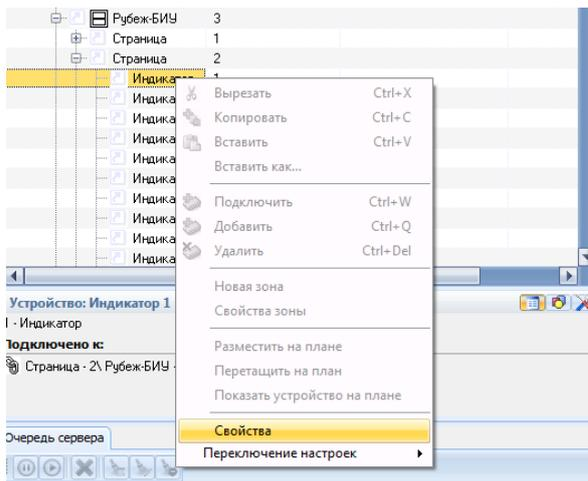

Рис. 10 Рубеж БИУ в дереве устройств
1. Выделить **Рубеж - БИУ** в дереве устройств и щелкнуть на значке , чтобы открыть список страниц блока индикации (Рис. 10),